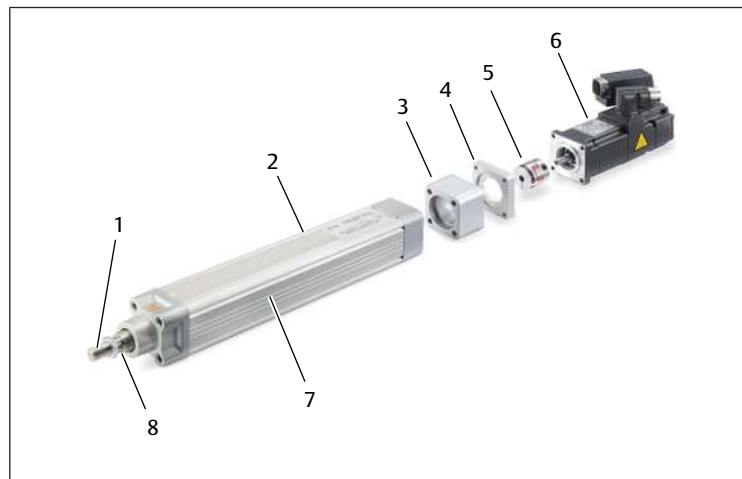

Bild 2: Överblick (storlek 32/40/63 mm)
- För storlek 32/40/63 mm. Se → Bild 2.